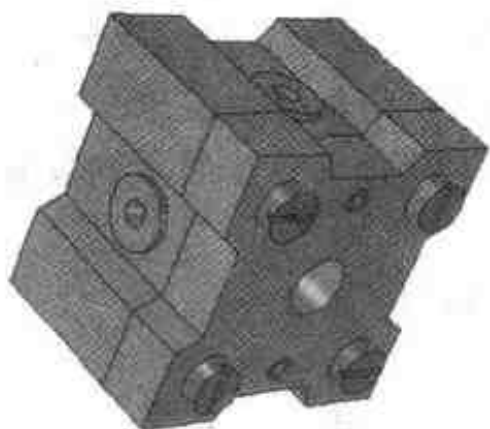

图 3.83 完成柱销和螺钉的装配
- (8) 按 F10 键, 关闭【三维球】命令, 结果如图 3.83 所示。